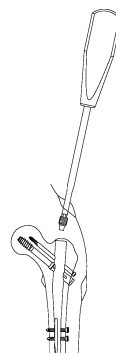

図 1
- 1) ストレートドライバー L を用いてエンドキャップを抜去します。（図 1）